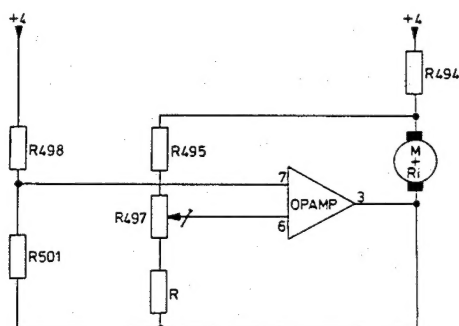
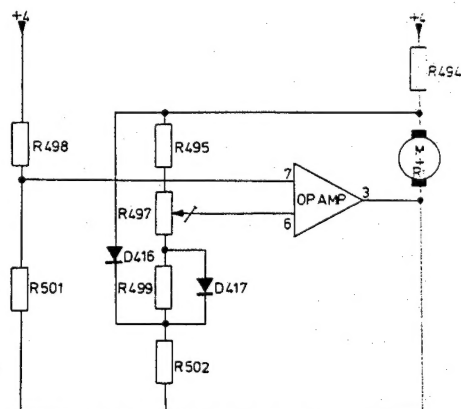
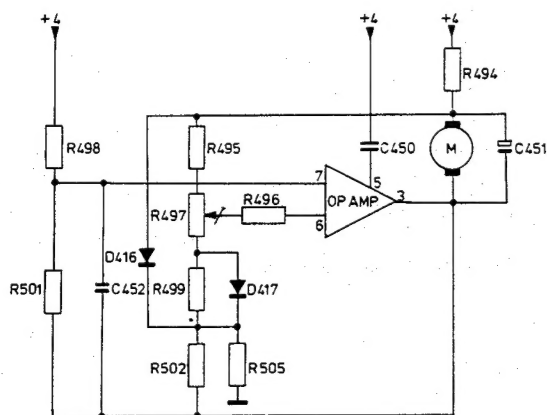
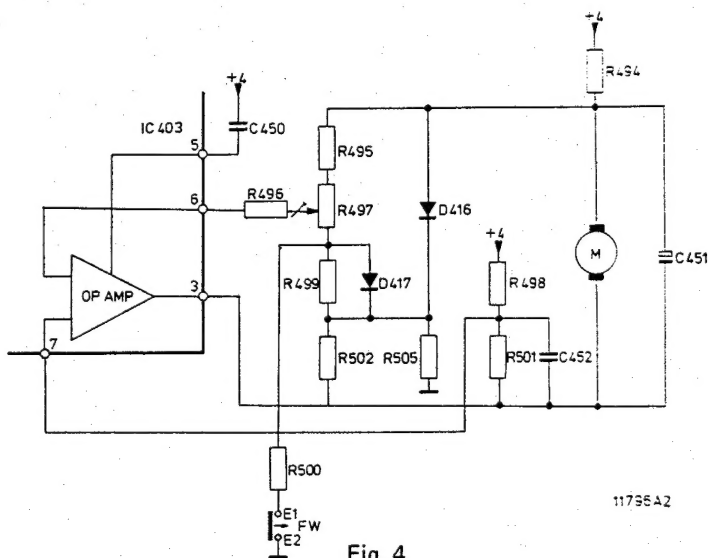

Fig. 1
Fig. 2
Fig. 3
Fig. 4
For controlling the motor speed an operational amplifier (opamp) in IC403 is used (Fig. 1). This opamp has two inputs (7 and 6) and 1 output (3). At the input the difference voltage between R498/R501 and slider R497 is measured continuously. With R497 the voltage at point 6 is so adjusted that the motor has the right rpm. As connecting point for the two networks, point 3 of the opamp has been chosen. R494 is used for measuring the motor current.
The  $R_i$  of the motor changes under influence of the temperature. To ensure that the motor speed is not affected, diodes D416 and D417 have been fitted (Fig. 2). Besides, R has been split up in R499 and R502, so that R497 can be easier adjusted.
C451 ensures that motor interference pulses are suppressed (Fig. 3), C450 and C452 ensure that parasitic oscillation of the control does not occur, while C450 also prevents high switch-on currents from occurring. R505 is fitted to correct the dependency of the supply voltage. R496 has no electrical function and serves only for connecting two print tracks.
In fast-winding (FW) position, point 6 of the opamp is connected to chassis via R497 and R500 (Fig. 4). As a result, the voltage across the motor increases from 6 V to approx. 12 V and the number of revolutions of the motor is doubled.
Voor de regeling van de motorsnelheid wordt gebruik gemaakt van een operationele versterker (opamp) in IC403 (Fig. 1). De opamp heeft 2 ingangen (7 en 6) en 1 uitgang (3). Aan de ingang wordt de verschilspanning tussen R498/R501 en looper R497 continu gemeten. Met R497 wordt de spanning op punt 6 zo ingesteld dat de motor het juiste toerental heeft. Als onderste referentie voor beide takken is punt 3 van de opamp gekozen.
De  $R_i$  van de motor verandert onder invloed van de temperatuur. Om verandering van het toerental te voorkomen zijn de diodes D416 en D417 aangebracht (Fig. 2).
C451 dient om motorstroomimpulsen te onderdrukken (Fig. 3), C450 en C452 om parasitair oscilleren van de regeling te voorkomen, terwijl C450 ook nog grote inschakelstromen voorkomt. R505 dient om de afhankelijkheid van de voedingsspanning te corrigeren.
In stand snelspoelen (FW) wordt punt 6 van de opamp via R497 en R500 met massa verbonden (Fig. 4). Hierdoor stijgt de spanning over de motor van ca. 6 V tot ca. 12 V en het toerental van de motor wordt verdubbeld.
Pour la commande du moteur, il est fait usage de l'amplificateur opérationnel (opamp) dans le CI403 (fig. 1). Cet amplificateur possède deux entrées (7 et 6) et une sortie (3). A l'entrée la tension de différence entre R498/501 et le curseur R497 est continuellement mesurée. Par R497, la tension sur le point 6 est réglée de façon que le moteur ait le nombre exact de tours. Le point 3 de l'amplificateur opérationnel a été choisi comme référence inférieure. R494 sert à mesurer le courant de moteur. La Ri du moteur varie selon la température. Afin d'éviter les variations du nombre des tours, les diodes D416 et D417 (fig. 2) ont été montées. R est subdivisé en R499 et R502, ce qui facilite le réglage de R497. C451 sert à la suppression d'impulsions du moteur (fig. 3), C450 et C452 servent à empêcher l'oscillation parasite de la régulation alors que C450 empêche des courants d'enclenchement trop élevés de passer. R505 sert à corriger la dépendance de la tension d'alimentation. R496 ne possède pas de fonction électrique et ne sert qu'à la liaison entre deux tracés imprimés. En position bobinage en avant (FW) le point 6 de l'amplificateur opérationnel est branché à la masse à travers R497 et R500 (fig. 4). La tension sur le moteur augmente jusqu'à env. 12 V (de 6 V) et le nombre de tours du moteur double.
Zum Regeln der Motordrehzahl benutzt man einen Operationsverstärker in IC403 (Abb. 1). Dieser Verstärker hat zwei Eingänge (7 und 6) und einen Ausgang (3). An diesen Eingängen wird die Differenzspannung zwischen R498/R501 und dem Schleifer von R497 kontinuierlich gemessen. Mit R497 wird die Spannung an Punkt 6 so eingestellt, dass der Motor die richtige Drehzahl hat. Als untere Referenz für beide Zweige in Abb. 1 wurde Punkt 3 des Verstärkers gewählt. Mit R494 wird der Motorstrom gemessen. Der Ri des Motors ändert sich unter dem Einfluss der Temperatur. Die Dioden D416 und D417 (Abb. 2) verhindern eine Änderung der Motordrehzahl. Ausserdem besteht R aus R499 und R502, wodurch R497 sich leichter einstellen lässt. C451 (Abb.3) unterdrückt Motorstörimpulse. C450 und C452 verhindern, dass die Regelung parasitär oszilliert; C450 verhindert auch, dass die Einschaltstrom zu gross ist. R505 korrigiert die Abhängigkeit der Speisespannung. R496, der keine elektrische Funktion hat, dient nur als Verbindung zwischen zwei Printspuren. In Stellung schneller Vorlauf (FW) wird Punkt 6 des Verstärkers über R497 und R500 mit Masse verbunden (Abb. 4). Demzufolge steigt die Spannung über dem Motor von ca. 6 V auf ca. 12 V; die Drehzahl verdoppelt sich dann.
Par il comando del motore è stato usato un amplificatore operazionale (opamp) nel CI403 (fig. 1).
R494 serve per misurare la corrente del motore. La  $R_i$  del motore varia a secondo della temperatura. Per evitare le variazioni della velocità, sono state montati i diodi D416 e D417 (fig. 2). R viene suddiviso in R499 e R502, il che facilita la regolazione di R497.
C451 serve a sopprimere gli impulsi del motore (fig. 3), C450 et C452 servono ad evitare l'oscillazione parasite della regolazione e C450 impedisce che correnti di innesto troppo alti, passino. R505 serve alla correzione della dipendenza della tensione rete.
In posizione avvolgimento rapido (FW) il punto 6 dell'amplificatore operazionale è collegato a massa tramite R497 e R500 (fig. 4). La tensione sul motore aumenta fino a circa 12 V (da 6 V) e il numero dei giri raddoppia.